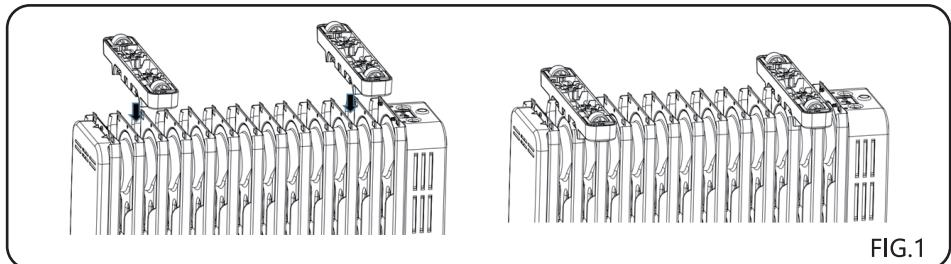

FIG.1
- ① **WARNING:** Do not operate the appliance without the feet attached. Only operate the heater when it is in an upright position (feet on the bottom, controls on the top). Operating the heater when it is in any other position could create a hazard.
- ② Make sure the radiator is turned off and unplugged.
- ③ Turn the body upside-down and make sure it is stable and will not fall.
- ④ Align the mounting buckles of the caster components with the holes on the radiator. Press in the direction of the arrow. The buckle on the caster will drop into the hole on the radiator.(FIG.1)
- ① ATENCIÓN: No ponga en marcha el aparato sin haber colocado el soporte. Utilice el aparato únicamente en posición vertical (ruedas en la parte inferior, mandos en la parte superior). El funcionamiento del aparato en cualquier otra posición puede ser peligroso.
- ② Asegúrese de que el aparato está apagado y desenchufado.
- ③ Ponga el cuerpo boca abajo y asegúrese de que está estable y no se pueda caer.
- ④ Alinee los anclajes de montaje de los componentes de las ruedas con los orificios del radiador. Presione en la dirección de la flecha. El anclaje de la rueda giratoria debe coincidir con agujero del radiador.(FIG.1)
- ⑤ Instale el conjunto de las ruedas giratorias firmemente antes de utilizar el radiador. Coloque el aparato en posición vertical con las ruedas en el suelo.